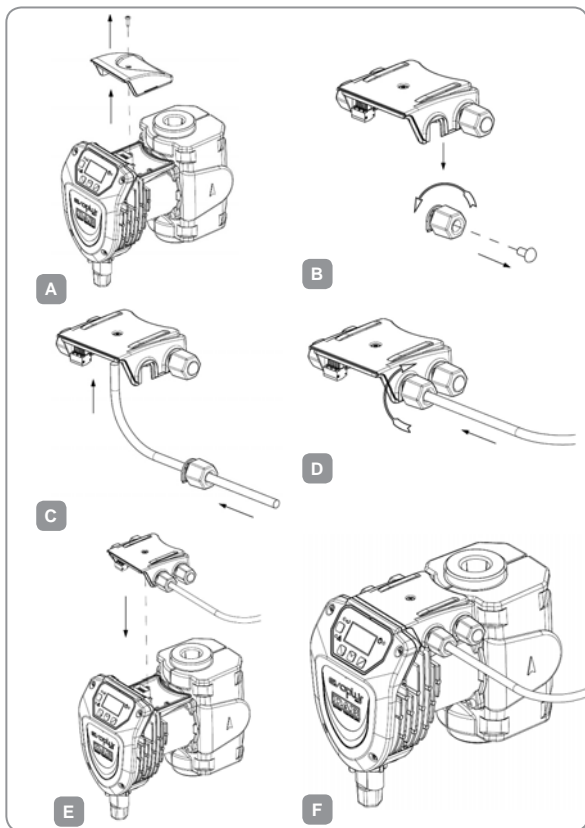

Abbildung 1: Installationsverfahren für Expansionsmodule
Für die Installation des Expansionsmoduls die Anweisungen unter Abbildung 1 befolgen:
- Das Standard-Cover an der **EVOPLUS SMALL** ausbauen. Abbildung 1: [A].
- Mit Hilfe von einer oder mehreren Kabelklemmen den Anschluss an das Expansionsmodul herstellen. Abbildung 1: (B) – (C) – (D).
- Das Expansionsmodul anstelle des Standard-Covers auflegen und wieder verschließen. Abbildung 1: (E) – (F).